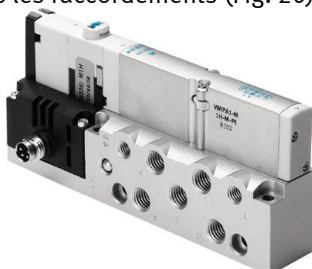

Fig. 20.
- Distributeur individuel monté sur une embase qui reprend tous les raccordements (Fig. 20).